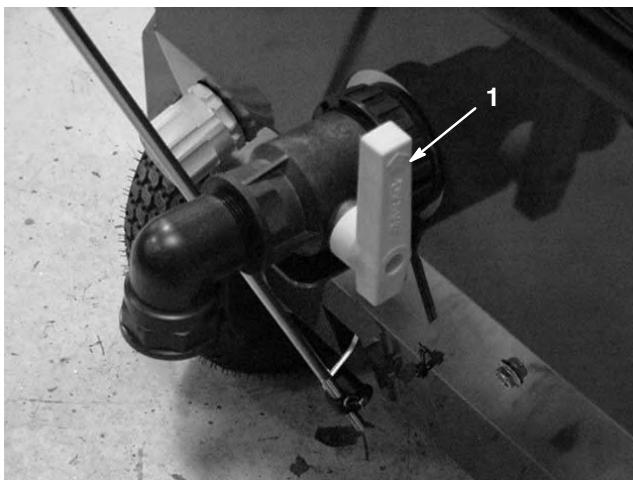

Bild 19
3. Stellen Sie sicher, dass der Farbhebel gelöst und das Behälterablassventil geschlossen ist (Bild 19).